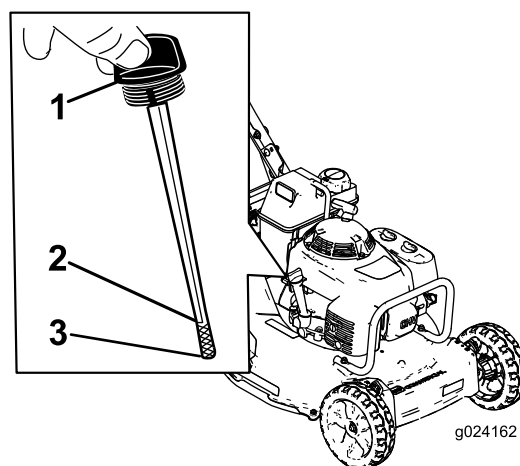

Figure 8
Avant chaque utilisation, vérifiez que le niveau d'huile arrive entre les repères inférieur et supérieur sur la jauge (Figure 8).
2. Nettoyez la surface autour de la jauge (Figure 8).